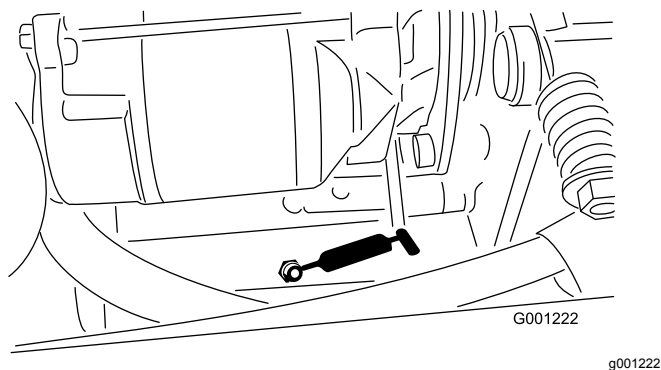

Рисунок 40
- Ось поворота устройства натяжения механизма отбора мощности (Рисунок 40)
- Задний подшипник механизма отбора мощности (Рисунок 40)